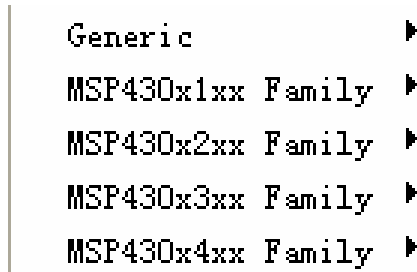
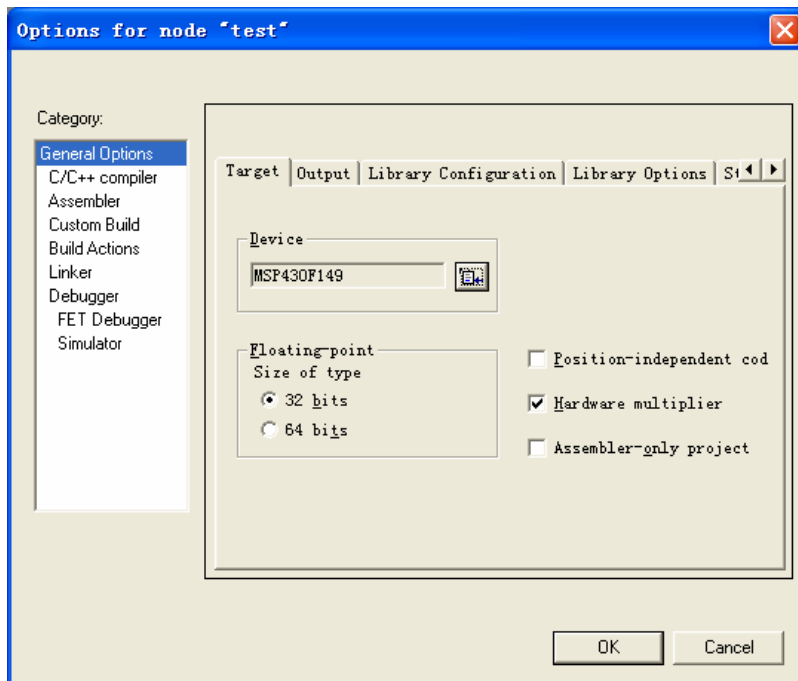

图 2.7
图 2.8
9、单击 **Device** 下方文本框右侧的  图标按钮，看以看到图 2.7 所示的画面，当用户将鼠标移动到不同的行时，此行后面的黑色三角箭头会自动展开显示这个系列中所有的 **mSP430** 单片机型号，用户可以通过单击具体的型号选择您要使用的单片机。使用我们的开发板时请选择 **mSP430f149**，此时可以看到如图 2.8 所示的画面。